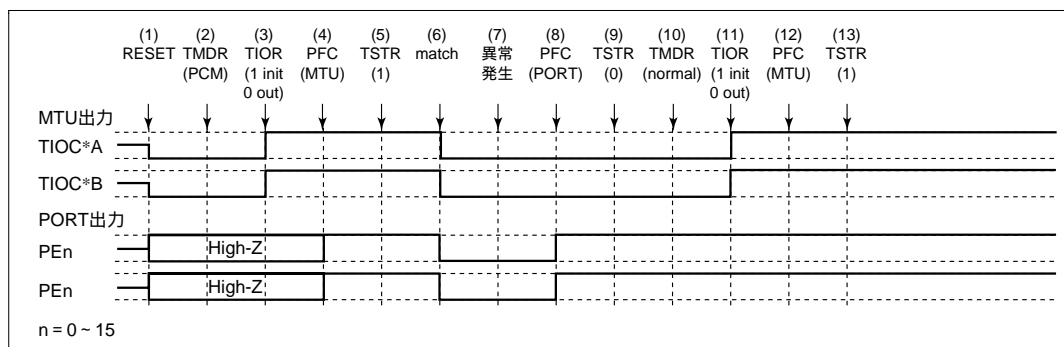

図 12.112 位相計数モードで異常が発生し、ノーマルモードで復帰する場合
位相計数モードで異常が発生し、再設計後ノーマルモードで再スタートする場合の説明図を図 12.112 に示します。
- (1) ~ (9) は図 12.112 と共通です。
- (10) PWM モード 1 を設定します。
- (11) TIOR で端子を初期化してください (PWM モード 1 では TIOC*B 側は初期化されません)。
- (12) PFC で MTU 出力としてください。
- (13) TSTR で再スタートします。
(19) 位相計数モードで動作中に異常が発生し、PWM モード 2 で再スタートする場合の動作
- (10) PWM モード 2 を設定します。
- (11) TIOR で端子を初期化してください (PWM モード 2 では周期レジスタの端子は初期化されません)。
(20) 位相計数モードで動作中に異常が発生し、位相計数モードで再スタートする場合の動作
- (10) 位相計数モードで再スタートする場合には必要ありません。
- (11) TIOR で端子を初期化してください。
(21) 相補 PWM モードで動作中に異常が発生し、ノーマルモードで再スタートする場合の動作